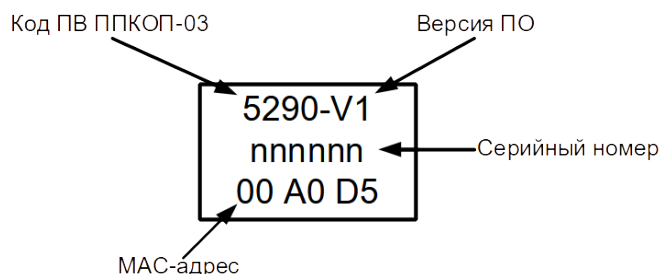

Рисунок 10 – Шильдик на плате ПВ ППКОП-03
- Поле **«MAC адрес»** содержит уникальный трёхбайтный код, который присваивается ПВ ППКОП-03 на этапе производства. Значение MAC-адреса указано на шильдике, который приклеен на лицевой стороне платы (см. рисунок 10).